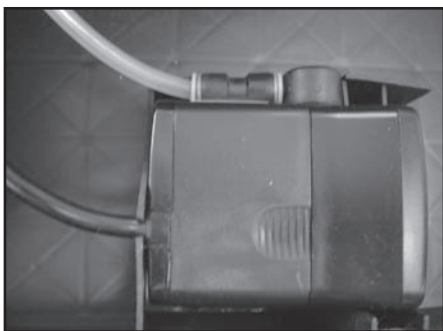

FIGURE 9
2. Retirez le bouchon du bas du plateau, l'eau sortira ou vous pourrez retirer le plateau et verser l'eau (Fig 9).